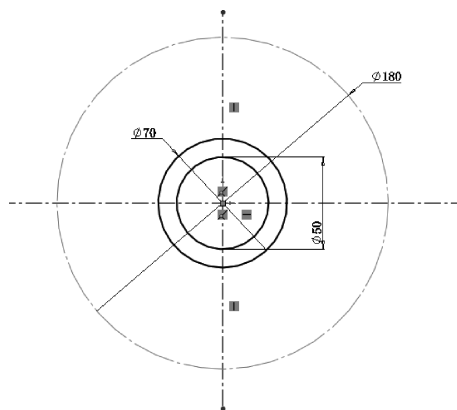

图 11-5 构造线
4) 单击草图中最外侧的圆，在【属性管理器】中弹出【圆】属性设置。单击【作为构造线】按钮，单击按钮，生成构造线，如图 11-5 所示。